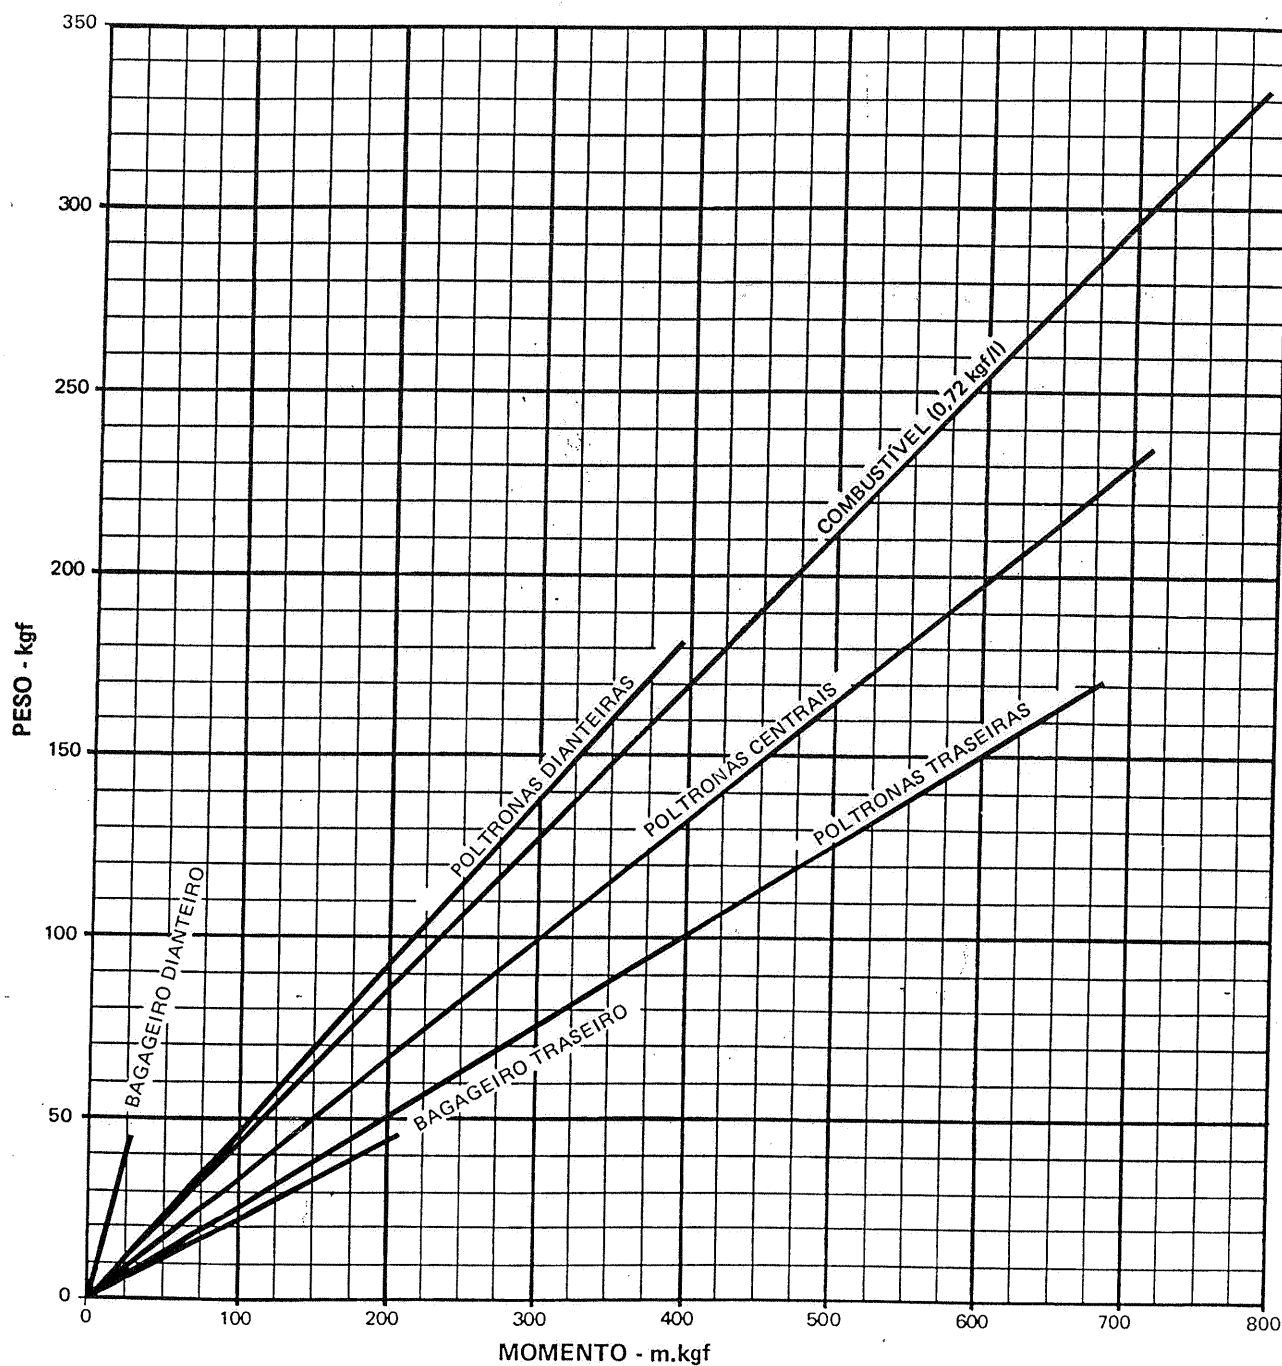

Figura 6-7. Gráfico de Carregamento
- b. Use o gráfico de carregamento (figura 6-7) para determinar o momento de todos os itens a serem carregados no avião.